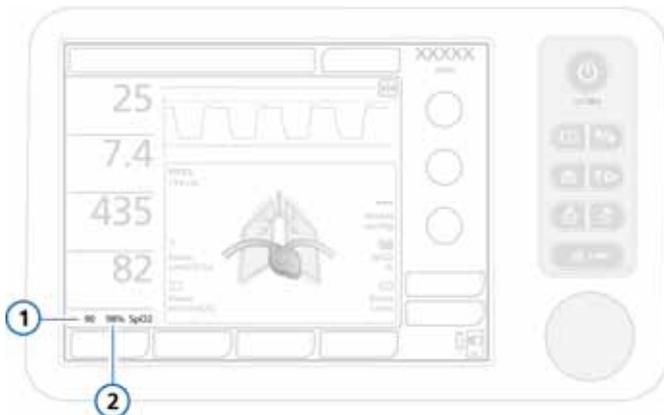

図 J-5. 基本画面の SpO2 データ
SpO2 モニタリングが ([システム] > [センサ] > [オン / オフ] ウィンドウで) 有効になっている場合、SpO2 低下アラームリミットおよび SpO2 測定値は、図 J-5 に示すように、MMP リストの下に常に表示されます。
- ・ SpO2 モニタリングが ([システム] > [センサ] > [オン/オフ] ウィンドウで) 有効になっている場合、SpO2 低下アラームリミットおよび SpO2 測定値は、図 J-5 に示すように、MMP リストの下に常に表示されます (セクション J.4.2)。
SpO2 モニタリングが ([システム] > [センサ] > [オン/オフ] ウィンドウで) 有効になっている場合、SpO2 低下アラームリミットおよびSpO2 測定値は、図 J-5 に示すように、MMP リストの下に常に表示されます (セクション J. 4. 2)。